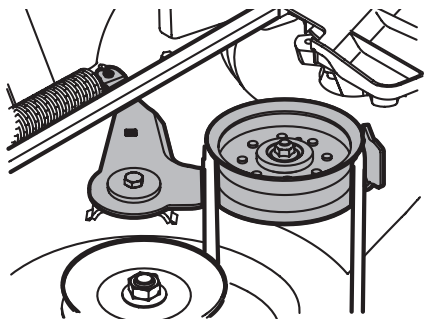

Figure 40
- À partir du côté droit de l'appareil, insérez une clé à rochet de 3/8 po (réglée pour **serrer**) dans le trou carré sur le support de la poulie de tension (Figure 40).
- Déplacez la clé vers l'avant pour bouger la poulie d'entraînement du plateau (Figure 40).